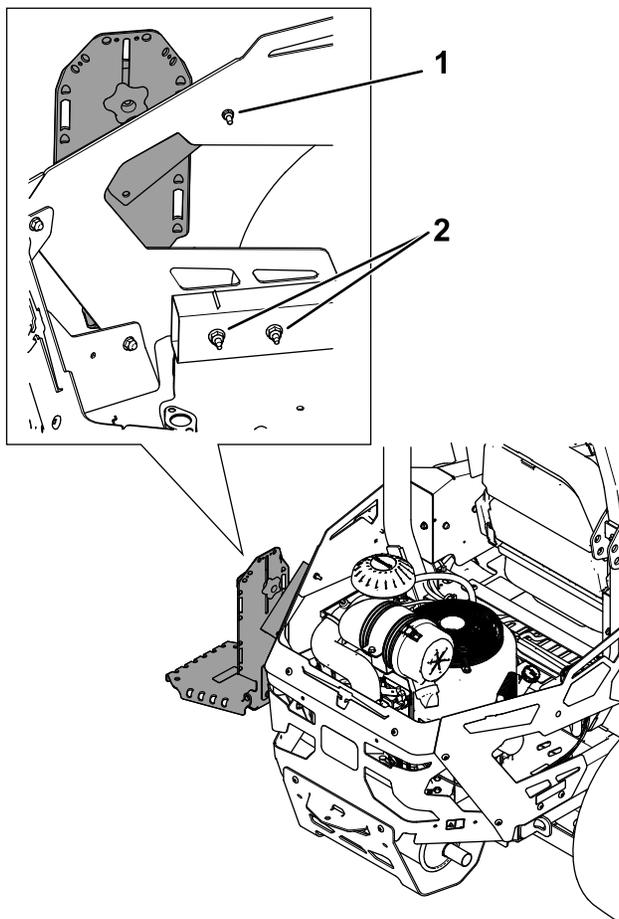
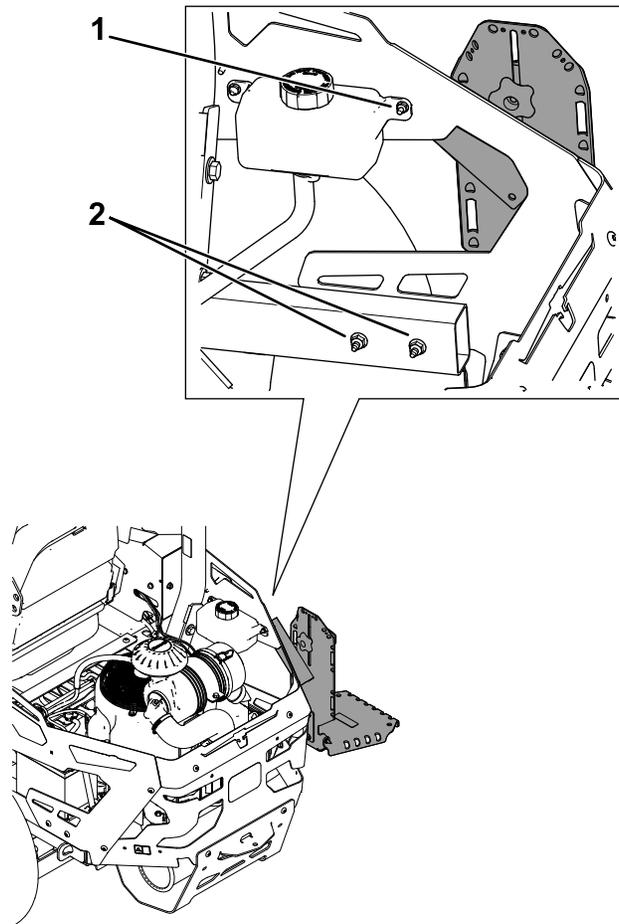

図 3
図 4
1. マウントアセンブリを、後側面ガードに固定するキャリッジボルト1/4 x 1"とナット1/4"で図 3または図 4のように取り付ける。
2. メインブラケットの底部を、エンジンガードに固定するボルト5/16 x 3"2本とナット5/16"2個で図 3または図 4のように取り付ける。